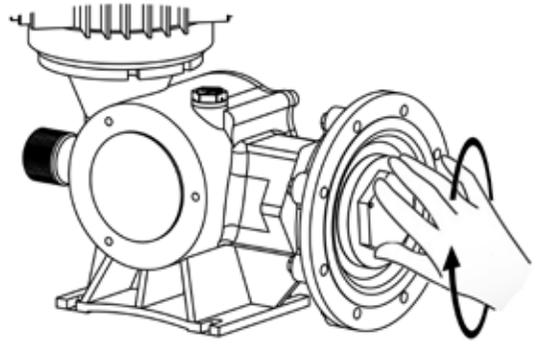

图 9
- 将过渡段内清洗干净，在推杆上涂抹油脂保护金属件不被腐蚀，将新的膜片组件顺时针旋紧。（如图 9）